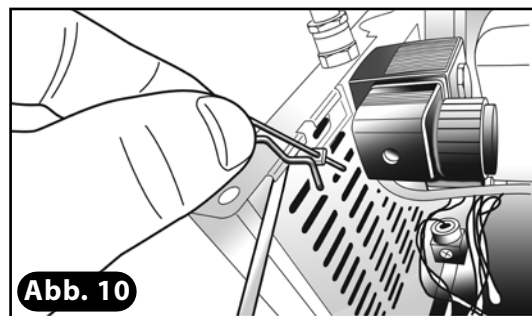

Abb. 10
- 9) Mit einem Seitenschneider den überstehenden Teil des Widerstands abkneifen (**Abb. 10**).
16) Sicherheitsplint aus der Gehäuse-Stützstange entfernen, dabei das Gehäuse mit der anderen Hand halten (**Abb. 10**).